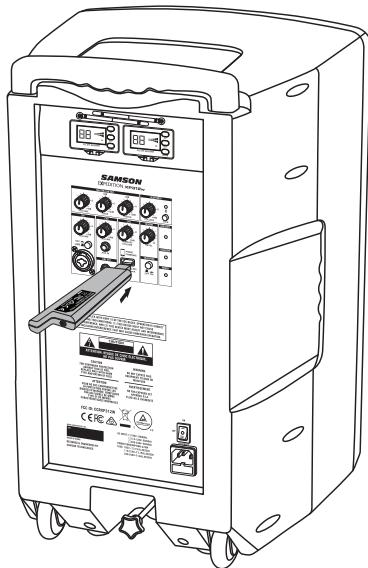

Figure 1
1. Branchez le récepteur USB RXD2 dans l'une des prises USB au dos du XP312w directement (figure 1) ou en utilisant le câble d'extension USB fourni (figure 2).